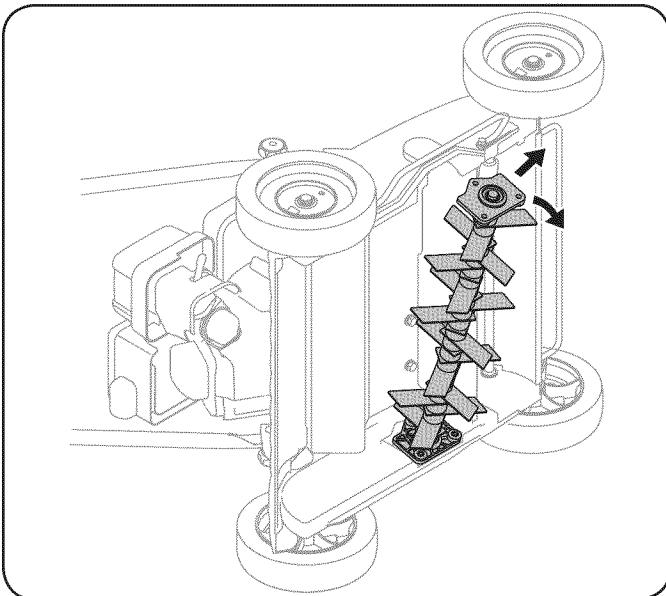

Figura 19
5. Desplace el conjunto de cuchillas hacia afuera por el lado derecho (opuesto al motor) y levante una vez que las cuchillas se encuentren fuera del alojamiento. Vea la Figura 19.